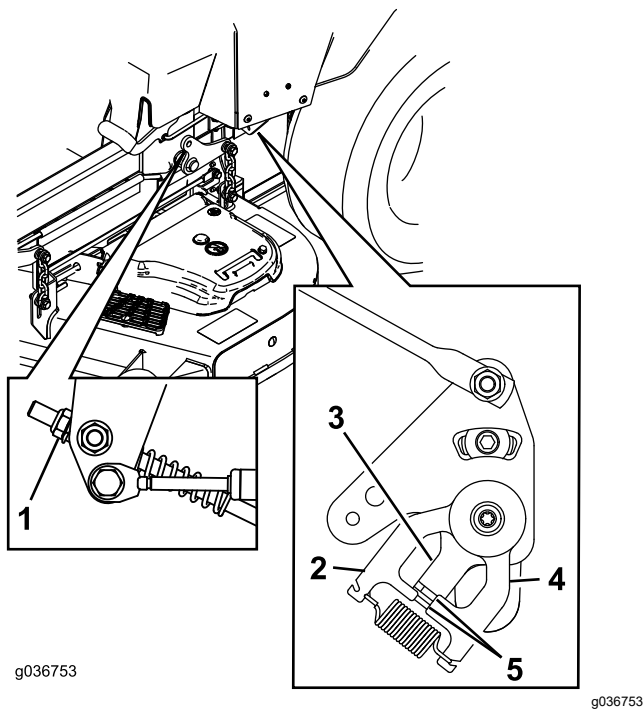

Bild 70
11. Stellen Sie die Länge der Pumpenschaltstange ein, indem Sie die Mutter in die entsprechende Richtung drehen, bis sich die Räder leicht rückwärts drehen (Bild 69 und Bild 70).